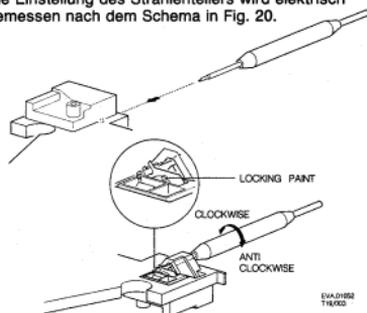

Fig.20A
9. Einstell-Werkzeug am Strahlenteiler ansetzen und sauber zentrieren (s. Fig. 20A), durch Linksdrehen (von der Rückseite gesehen) Strahlenteiler bis zum Anschlag verstellen.